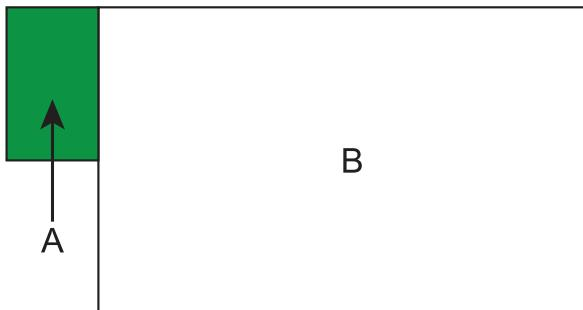

Figura 18
Dacă eticheta cu dizolvare la apă este vizibilă și intactă înseamnă că dispozitivul de asistare glisant nu a fost spălat. În cazul în care nu știți sigur dacă dispozitivul de asistare glisant de unică folosință a fost spălat sau nu, verificați dacă eticheta verde dizolvabilă în apă (A) cusută pe dispozitivul de asistare glisant în partea stângă a etichetei (B), este intactă. (Consultați Figura 18) Dacă eticheta (A) este dizolvată în întregime sau parțial, dispozitivul de asistare glisant trebuie aruncat.